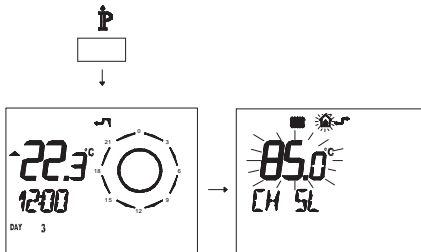

Figura 5.53
- Premere per più di 3 secondi il pulsante  $\mathbb{P}$  per entrare in modalità *INFO* (Figura 5.53).